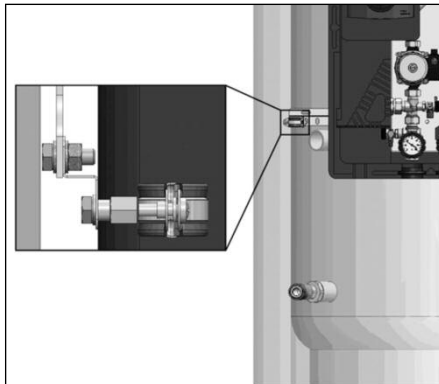

Abb. 6.7
- Rohrschelle anschrauben (s. Abb. 6.7)